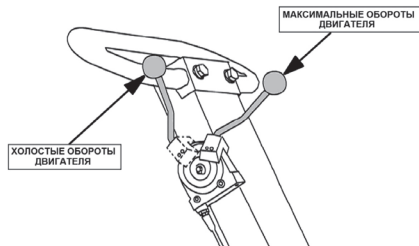

Рис. 11 Рычаг газа PC1645RH
3. Рычаг газа установите в среднее положение (Рис. 11).